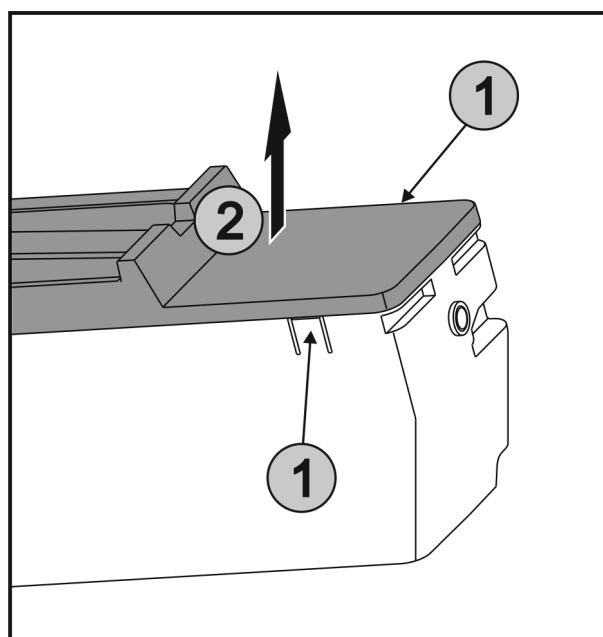

Fig. 57
- Premere contemporaneamente le linguette Fig. 57 (1) su entrambi i lati di EasyTwist-Ice e rimuovere la copertura sollevandola verso l'alto Fig. 57 (2).